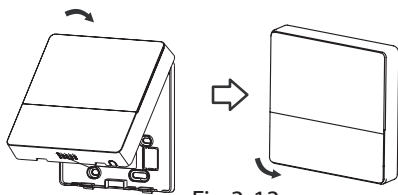

Fig 3-13
- Après avoir ajusté le boîtier supérieur, fixez ce dernier ; évitez de coincer le câblage pendant l'installation. (Fig 3-13)